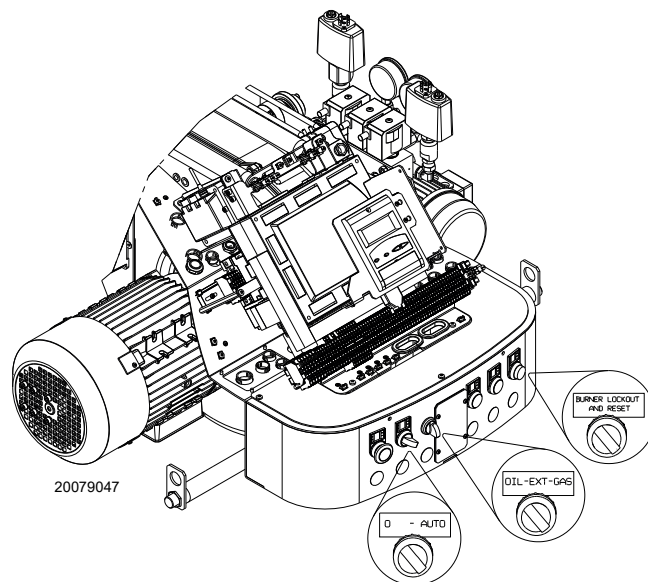

Abb. 29
Stellen Sie den Wählschalter „OIL-EXT-GAS“ auf Abb. 29 auf Seite 34 in die Position „OIL“, um den Brennstoff Heizöl zu wählen. Schließen Sie die Thermostate/Druckwächter und bringen Sie den Schalter von Abb. 29 auf Seite 34 in die Position „AUTO“.
- Den Schalter auf Abb. 29 auf „0“ stellen und warten, bis das Steuergerät die Abschaltphase ausführt;
Die Fernbedienungen ausschalten und den Wählschalter (Abb. 29 auf Seite 34) auf die Position „ON“ stellen.
Den Wählschalter (Abb. 29 auf Seite 34) auf die Position „GAS“ stellen, um den Brennstoff Gas zu wählen.
- 1 mit dem Wählschalter (Abb. 29 auf Seite 34);
Ist der Wählschalter (Abb. 29 auf Seite 34) auf „EXT“ positioniert, ist die Funktion Fernwahl des Brennstoffes aktiviert. Wenn nicht bereits ein Fernwählschalter vorhanden ist, zeigt das Display in dieser Position den prioritären Brennstoff an.